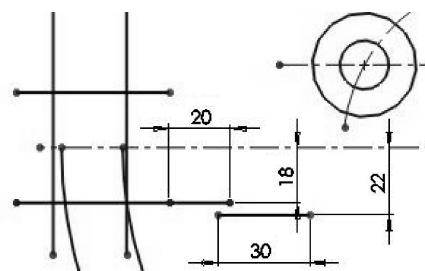

图 2-145 绘制短直线
- 12 使用【直线】工具，绘制两条水平短直线，如图 2-145 所示。